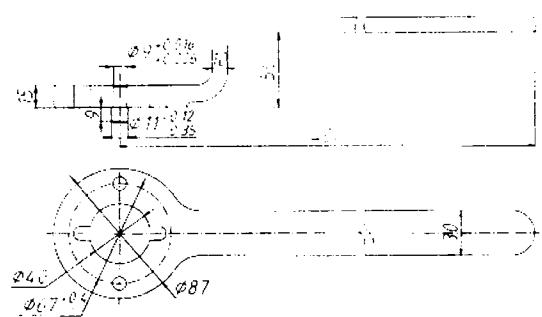

Рис. 5-8. Ключ для гайки-шайбы поворотной цапфы ("РЗАА")
4. Поворачивая колесо в обоих направлениях, затянуть гайку ключом (рис.5-8.). Момент затяжки 6,5...8 кгс м. После затяжки ступица не должна вращаться. Осевой люфт не допускается.